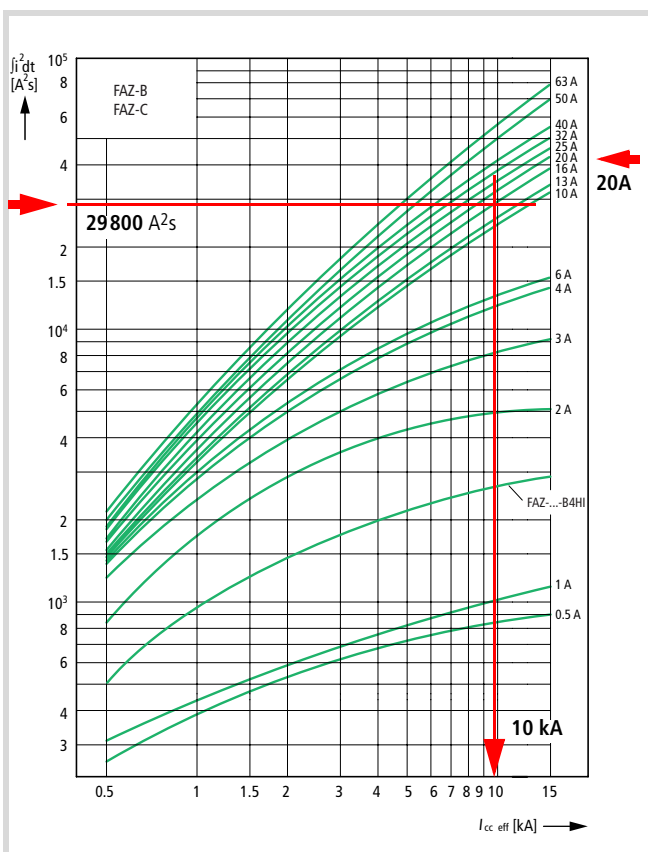

Figure 7 : Protection des lignes par FAZ-3-B20
- Le niveau de court-circuit I_{cc} au point d'installation ne doit donc pas dépasser 10 kA (→ courbe de la Figure 7).